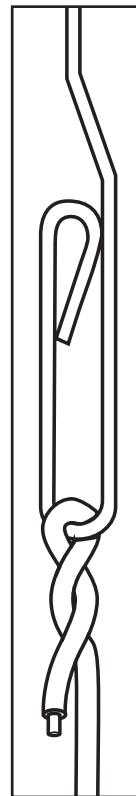

Figure 1 / Figura 1
5. Push fish tape to the pulling point and securely fasten the wire or pull line to the tip as shown in Figure 1. Wrap connection in electrician's tape to help prevent it from snagging or unraveling.
- 5.** Poussez le fil de tirage jusqu'à ce qu'il atteigne le point de tirage et fixez solidement le câble ou la ligne de tirage à la pointe, comme illustré à la Figure 1. Enveloppez la connexion dans du ruban isolant pour réduire les risques que le fil s'accroche ou s'effiloche.